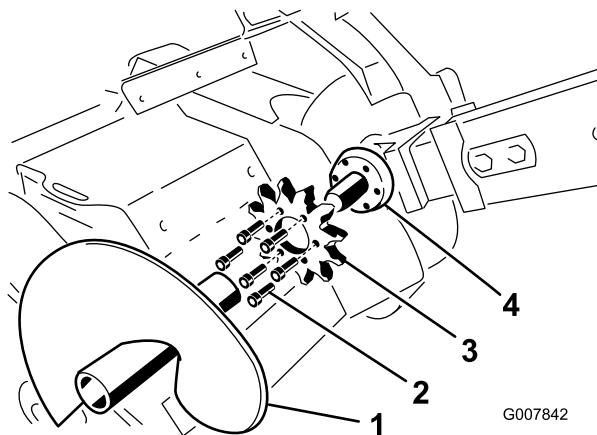

Figure 61
3. Enlevez la vis sans fin de déblayage (Figure 61).
8. Enlevez les six boulons de fixation du pignon d'entraînement (Figure 61).
9. Déposez le pignon d'entraînement et mettez-le au rebut (Figure 61).
10. Nettoyez la surface de montage du pignon sur la tracheuse (Figure 61).
11. Glissez le nouveau pignon d'entraînement sur l'arbre (Figure 61).
12. Vissez à la main les 6 boulons dans le pignon (Figure 61).